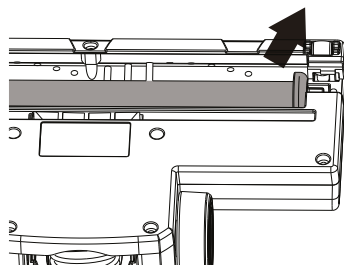

Рисунок 2
2. Под небольшим углом вытяните валик вверх и выньте его из корпуса. (Рисунок 2)